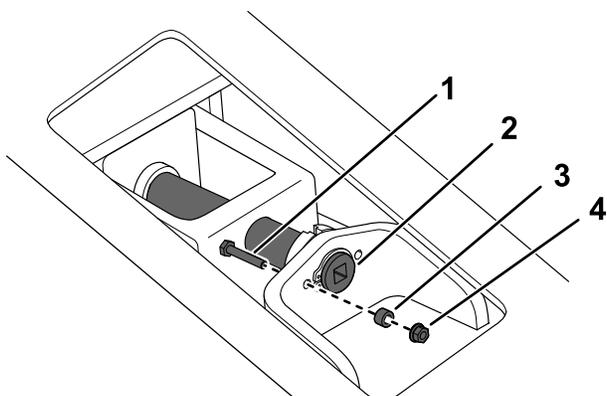
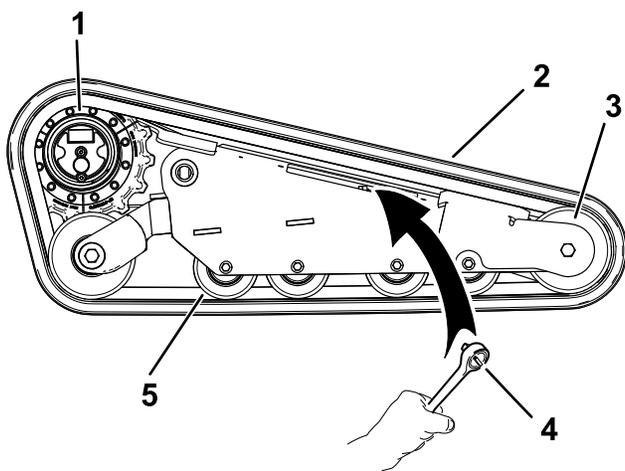

Рисунок 70
Рисунок 72
6. Удалите стопорный болт, проставку и гайку (Рисунок 70).
8. Совместите выемку на головке натяжного винта с ближайшим отверстием под стопорный болт и закрепите винт при помощи стопорного болта, проставки и гайки (Рисунок 70).
7. Используя ключ с храповым механизмом на $\frac{1}{2}$ дюйма, ослабьте натяжение привода, вращая натяжной винт по часовой стрелке (Рисунок 70 и Рисунок 72).
- Проложите новую гусеницу вокруг переднего направляющего колеса (Рисунок 72).
- Протолкните гусеницу под опорные катки и одновременно между ними и проложите ее вокруг заднего натяжного колеса (Рисунок 72).